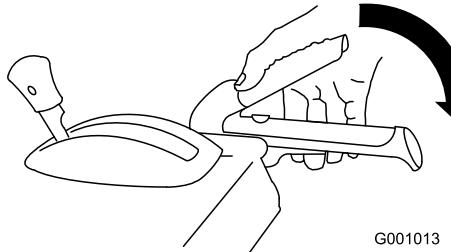

Рисунок 36
- Для включения привода шнека/крыльчатки прижмите правый рычаг (шнека/крыльчатки) к рукоятке (Рисунок 36).